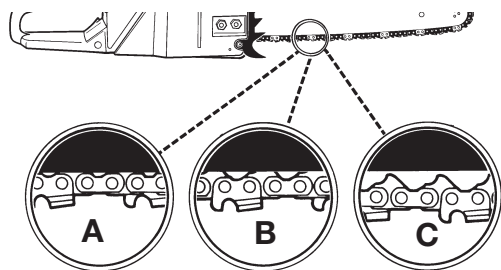

Fig. 23
MISE EN GARDE: Si la chaîne est TROP TENDUE ou PAS ASSEZ, le pignon, guide-chaîne, chaîne et roulements de vilebrequin s'useront plus rapidement. Etudier la Fig. 23 pour tout renseignement concernant la tension appropriée pour moteur chaud (A) ou froid (B), et comme guide indiquant quand la chaîne a besoin d'être ajustée (C).